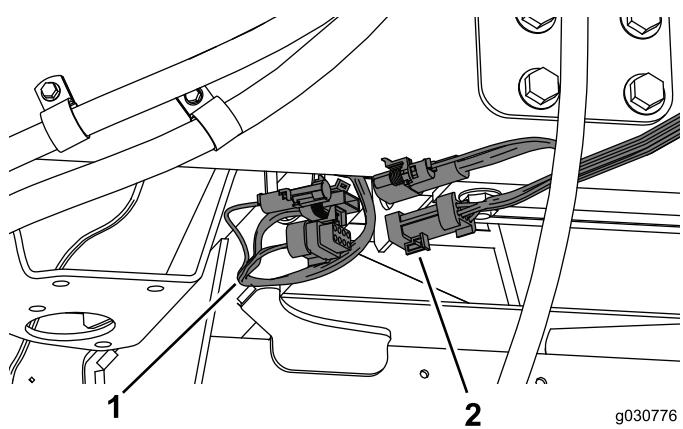

**Figura 48**
- Disponete il flessibile di lavaggio attraverso il serratubi a R e collegatelo al serbatoio lavacristallo (Figura 48).